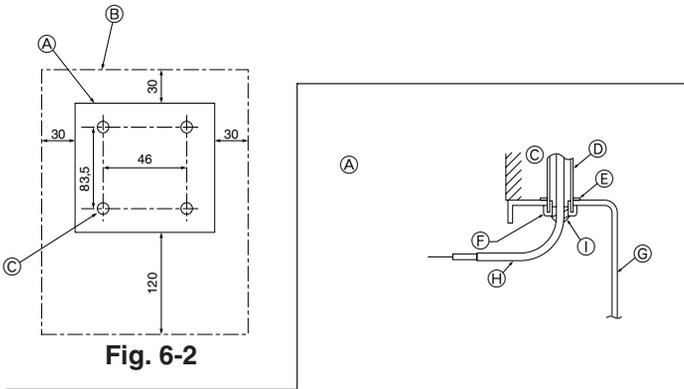

Fig. 6-2
(1) Kies een plaats waar u de afstandsbediening wilt monteren. (Fig. 6-2)